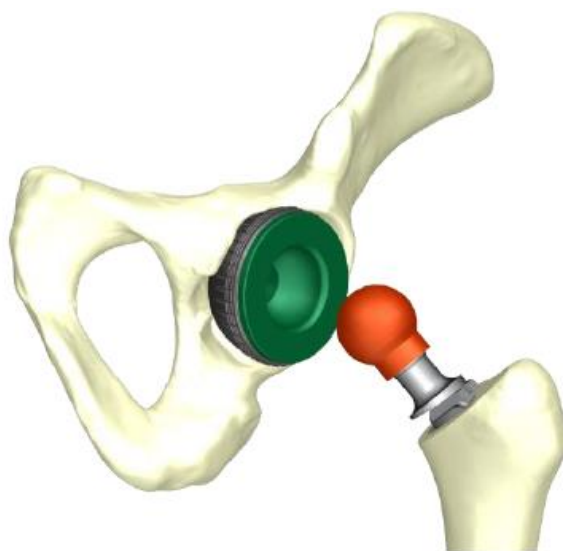

Рис. 9. Пробная репозиция с применением пробных компонентов в системе ножки
- Соедините пробный бедренный компонент с пробным вкладышем (рис. 9).